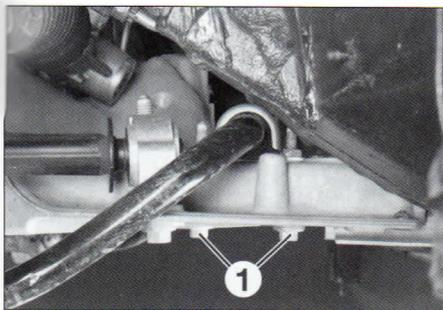

FIG. 5
- los cuatro tornillos de fijación (1) (fig. 5) de los dos apoyos de la barra estabilizadora.